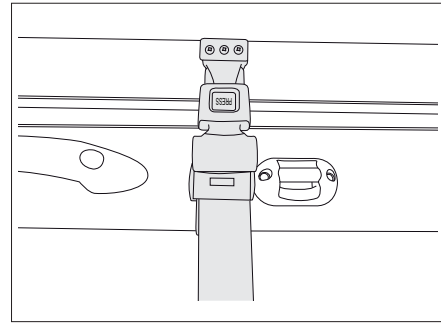

Bild 144 Säkerhetsrem höjbar säng,
- Säkra den höjbara sängen i taket (Bild 144) med säkerhetsremmen.